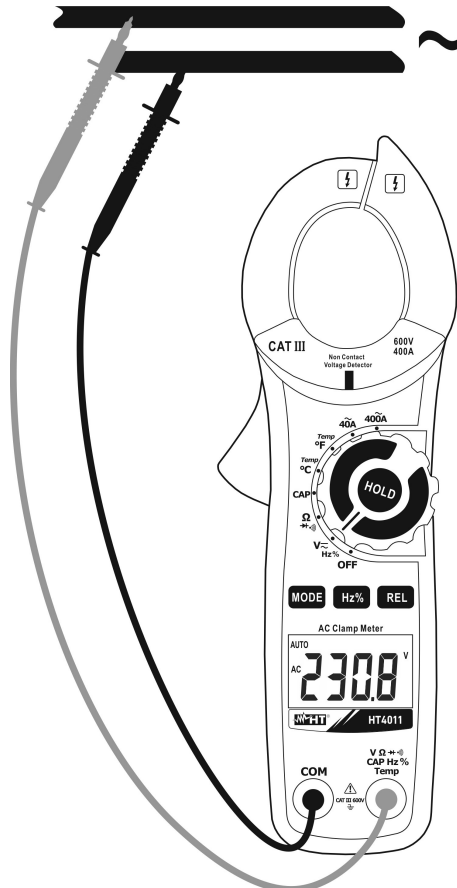

Abb. 3: Verwendung der Zange für Wechsellspannungsmessung
3. Verbinden Sie die rote Messleitung mit der **VΩ→→→)CAPHz%Temp** Eingangsbuchse, und die schwarze Messleitung mit der **COM** Eingangsbuchse (Abb. 3).